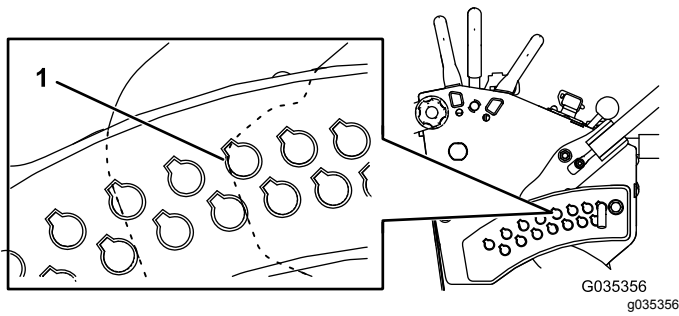

Figure 2
- Avec un doigt, tirez légèrement le levier de hauteur de coupe vers l'arrière et notez la position du levier par rapport à la tangente du trou correspondant à la hauteur de coupe de 7,6 cm (3 po) (Figure 2).
- Réglez la tringlerie jusqu'à ce que le levier soit tangent au trou de 7,6 cm (3 po) quand vous tirez le levier en arrière avec un doigt (Figure 2).